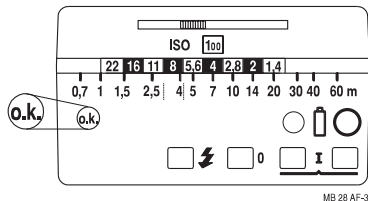

Fig. 3: Témoin de bonne d' exposition et portée maximale
4.3 Signalisation de bonne exposition (voir Fig. 3)
Exemple: pour ISO 100 et une ouverture de 4, la portée maximale est de 7 m (voir Fig. 3). La distance minimale est d'environ 15 % de la portée maximale.